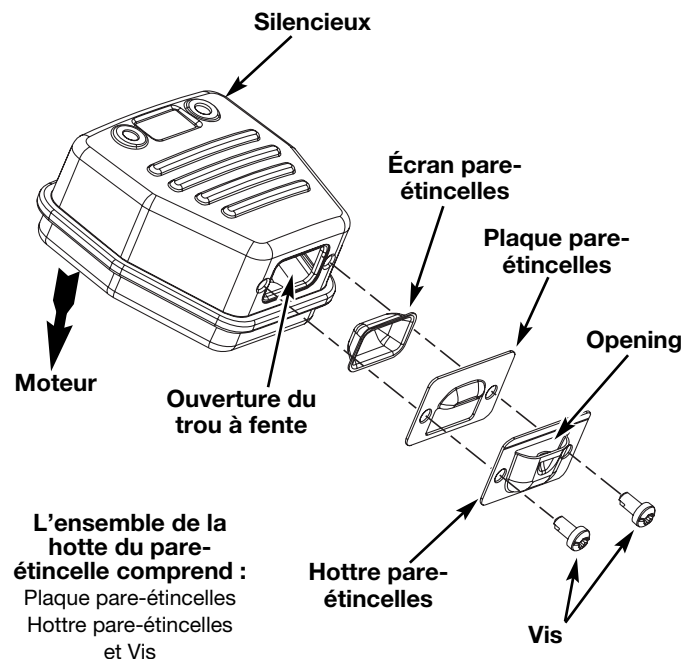

Fig. 41
2. Situez le pot d'échappement sans le retirer. Trouvez les deux (2) vis sur la partie inférieure du pot d'échappement (Fig. 41) Ces deux vis tiennent l'ensemble du déflecteur d'échappement et l'écran pare-étincelles à la partie inférieure du pot d'échappement. Retirez les deux (2) vis en vous servant soit d'un tournevis torx #20 ou d'un tournevis plat.
6. Placez la plaque du pare-étincelle au dessus du pare-étincelles avec le côté « élevé » vers le haut et l'ouverture vers le moteur (Fig. 41).
7. Placez la hotte du pare-étincelle sur la plaque du pare-étincelle avec le côté « élevé » vers le haut et l'ouverture tournée DU COTE OPPOSE au moteur (Fig. 41). Assurez-vous que l'échappement soit bien tourné DU COTE OPPOSE au moteur.